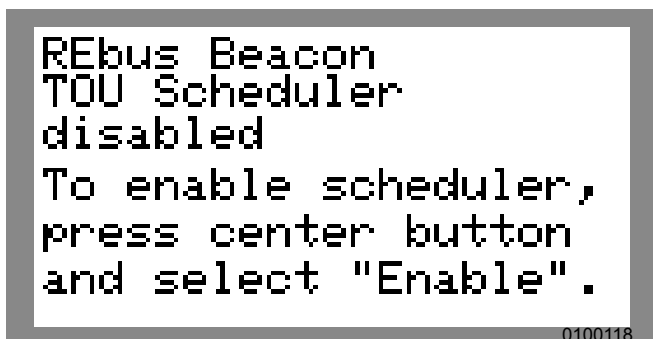

Figure 6-20. Désactiver Beacon (3 de 3)
4. Voir Figure 6-20. La ligne d'état de la page Generac Beacon affiche « disabled » (désactivé).